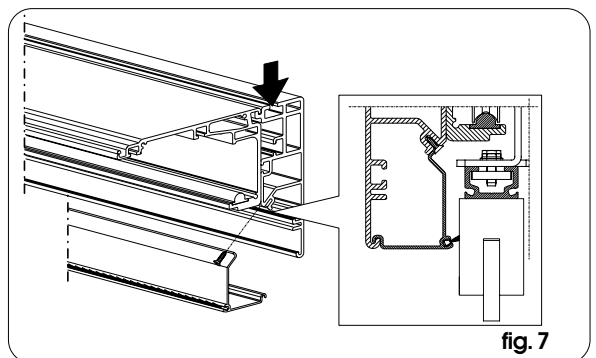

fig. 7
➔ Al naar gelang de lengte van de dwarsbalk kunnen er bevestigingen op tussenliggende punten nodig zijn (door gebruik te maken van de rail die wordt aangeduid op fig. 7):
• Als het sluitprofiel voor zelfdragende automatische systemen wordt gebruikt, assembleer dit dan zoals op fig. 7.